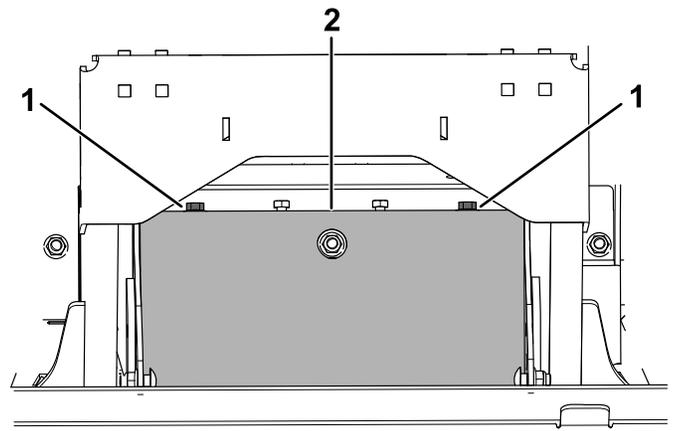

Bild 62
5. Entfernen Sie die beiden Schrauben und die beiden Unterlegscheiben, die die Treibriemenabdeckung des Pumpenantriebs sichern (Bild 62). Entfernen Sie die Abdeckung.